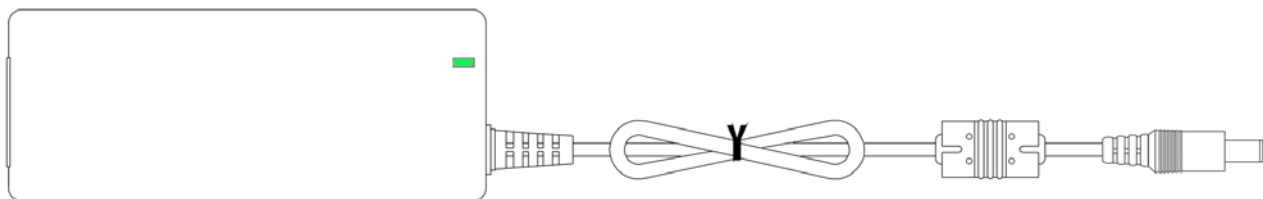

Рисунок 4.1 – Индикация исправности адаптера питания
– убедитесь, что адаптер питания подключен к розетке и на нем присутствует светодиодная индикация зеленого цвета (рисунок 4.1).